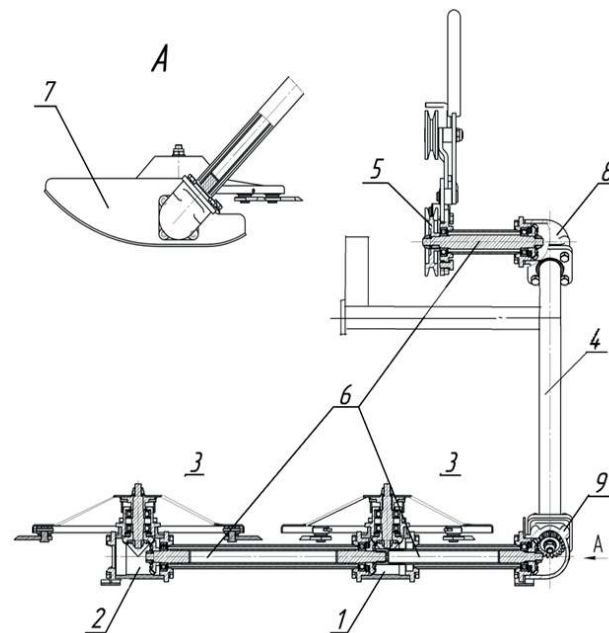
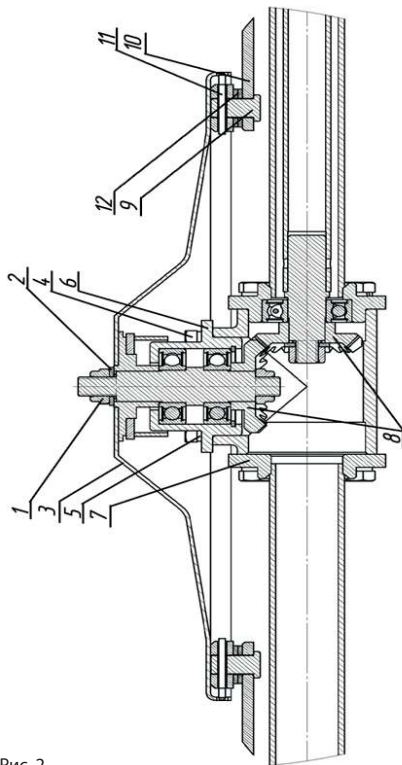

Рис. 1 Косилка роторная
Рис.2 Режущий диск и его привод
Косилка роторная навесная (в дальнейшем по тексту – косилка) представленная на Рис.1 является одним из навесных орудий к мотоблокам бренда «Патриот», предназначена для скашивания как обычной травы, так и грубостебельной травяной растительности, расположенной на малых участках, обочинах дорог, на склонах до 10 °С и пр. Внешний вид косилки может отличаться от представленного в данном руководстве так как в конструкцию постоянно вносятся изменения для улучшения её технических характеристик.
- Общий вид косилки представлен на Рис. 1. Конструкция режущих дисков и редуктора привода дисков представлены на Рис. 2.
- Передача крутящего момента от приводного шкива п.5 (Рис. 1) к режущим ножам установленных на диске, осуществляется с помощью шлицевых торсионных валов п.6 и редукторов п.1, п.2, п.8, п.9.
- После первых 30 мин. работы новой косилки необходимо остановить двигатель мотоблока и проверить крепление деталей п.1; п.2; п.10; п.11, п.12 и п.13 (Рис. 2), а также затяжку крепления деталей косилки. При необходимости подтянуть и законотрить.
- Для заполнения редукторов привода первого и второго режущих дисков п.1 и п.2 (Рис. 1) необходимо расконтрить и отвернуть гайку п.1 (Рис. 2), снять шайбу п.2 и диск п.3, отвернуть четыре болта п.4, снять пружинные шайбы п.5 и корпус ведомой шестерни п.6.